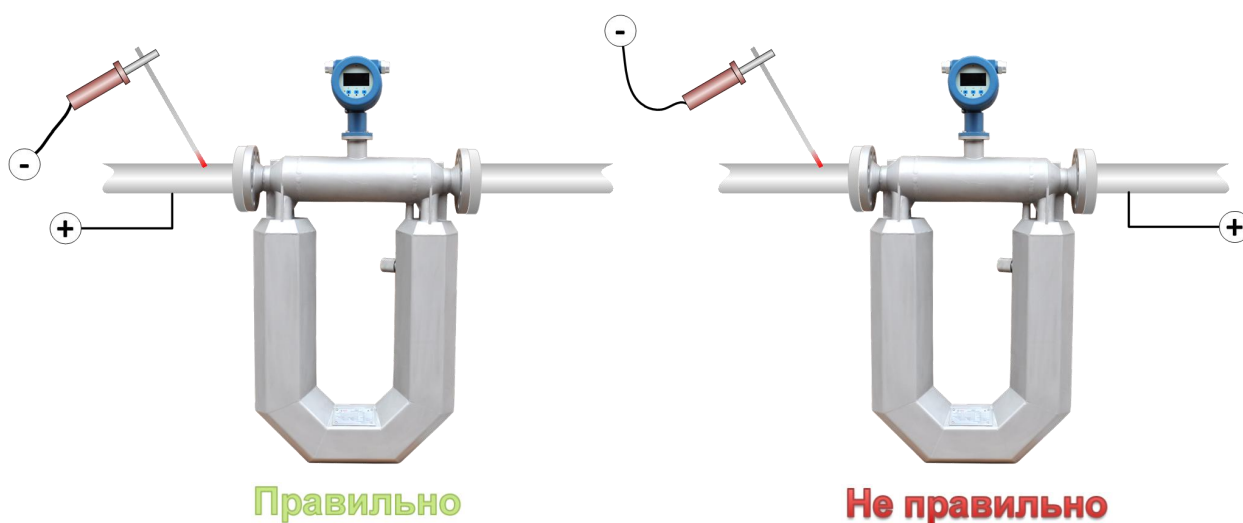

Рисунок 2.3 – Подключение источника тока при электродуговой сварке с использованием расходомера
- Монтаж осуществляется с использованием электродуговой сварки, при этом источник тока присоединяется таким образом, чтобы сварочный ток не протекал через расходомер – см.рис.2.3